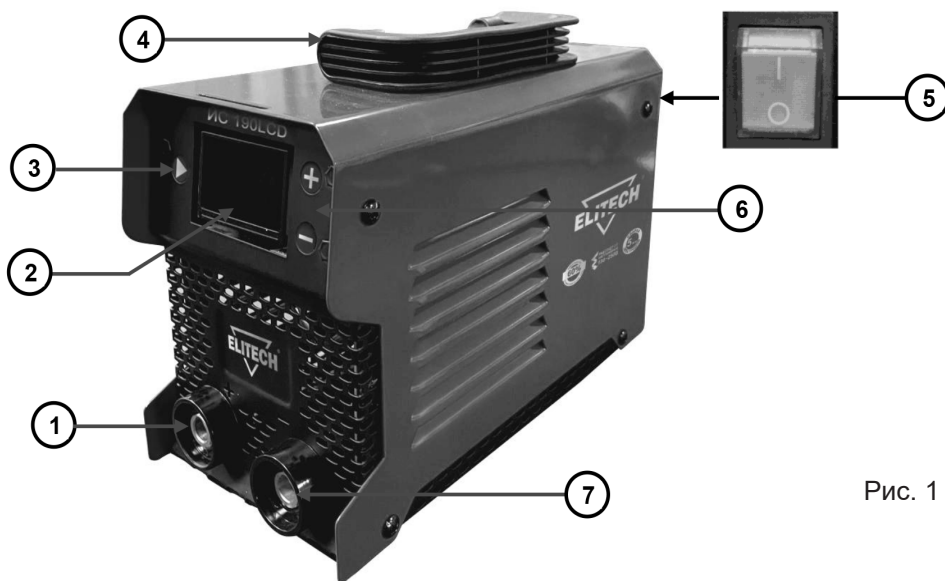

Рис. 1
1 – индикатор выбора режима аргоно-дуговой сварки LIFT TIG. Кнопками 6 (Рис. 1) в данном режиме регулируется ток сварки.
2 – индикатор выбора настройки функции форсажа дуги (ArcForce). Настраивается кнопками 6 (Рис. 1). Регулируется в диапазоне от 0 до 10. Активен только в режиме MMA сварки.
В процессе сварки MMA происходит отделение капли металла от электрода, что резко сокращает длину дуги, и электрод может привариться к изделию (залипнуть). Функция «форсаж дуги», производит форсирование дуги, автоматически увеличивая величину сварочного тока на очень короткий промежуток времени, что снижает вероятность “залипания” электрода в процессе сварки. Кнопками 6 (Рис.1) в режиме ArcForce увеличивают или уменьшают силу тока форсажа дуги.
3 – индикатор выбора настройки функции горячий старт (HotStart). Настраивается кнопками 6 (Рис. 1). Регулируется в диапазоне от 0 до 10. Активен только в режиме MMA сварки.
Горячий старт, это автоматическое увеличение сварочного тока в момент касания электродом изделия, позволяющее на повышенном режиме прогреть металл, и обеспечивает легкое зажигание дуги. Кнопками 6 (Рис.1) в режиме HotStart увеличивают или уменьшают силу тока форсажа дуги.
4 – индикатор выбора режима ручной электродуговой сварки штучным покрытым электродом MMA. Кнопками 6 (Рис. 1) в данном режиме регулируется ток сварки.
6 – цифровой индикатор сварочного тока. Регулируется кнопками 6 (Рис. 1) в режиме MMA и LIFT TIG сварки.
8 – индикатор включения режима VRD. Функция VRD активна только в режиме MMA сварки. Для включения/выключения режима VRD в режиме MMA нажмите и удерживайте в течение 3 секунд кнопку 3 (Рис. 1). Функция «VRD» снижение напряжения холостого хода до безопасного значения (18В).
5. Кнопкой 3 (Рис.1) установите режим сварки MMA.